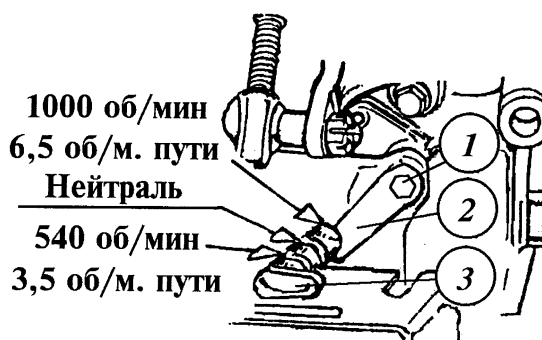

Рис. 64
- установите требуемый режим работы ВОМ (1000 об/мин или 540 об/мин), для чего отверните болт 1 (рис. 64), освободите валик 3 от стопора 2 и установите валик в соответствующее положение (вдвинут в крышку заднего моста или полностью выдвинут);
- установите требуемые для работы обороты вращения ВОМ, для чего отверните болт 1 (см. рис. 64), освободите валик 3 от стопора 2, и установите валик в соответствующее положение (вдвинут в корпус моста - 6,5 об/м пути или выдвинут -3,5 об/м пути);